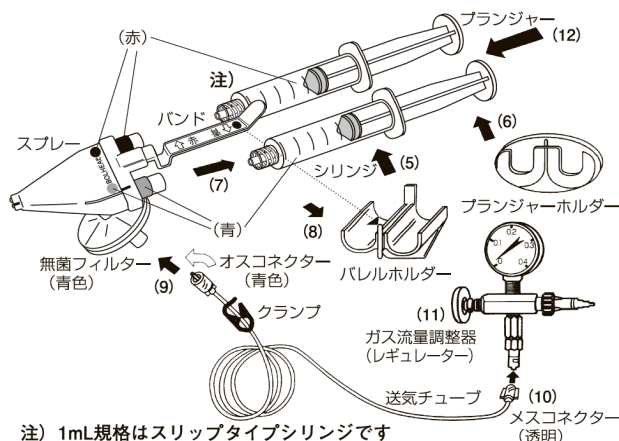

図 2
- 4.以下、図 2 の通り。図中の番号は以下の 5～12 項の番号に対応する。